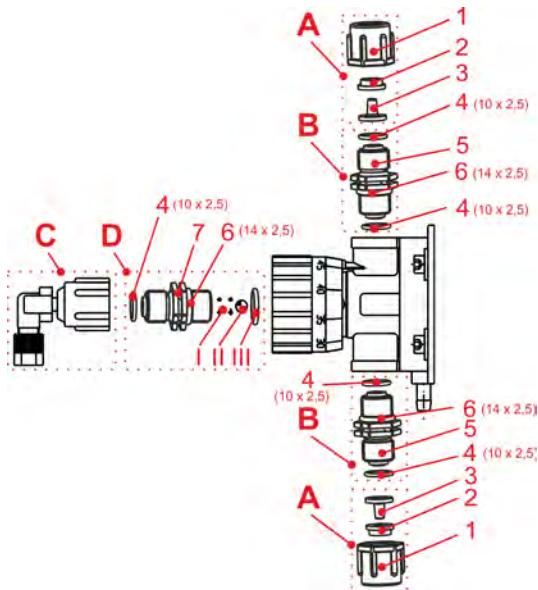

Fig. 89 : Remplacement de la soupape d'aspiration/ soupape de retour
2. la présence de saletés et l'étanchéité de la soupape d'aspiration et de la soupape de pression , Fig. 89 .